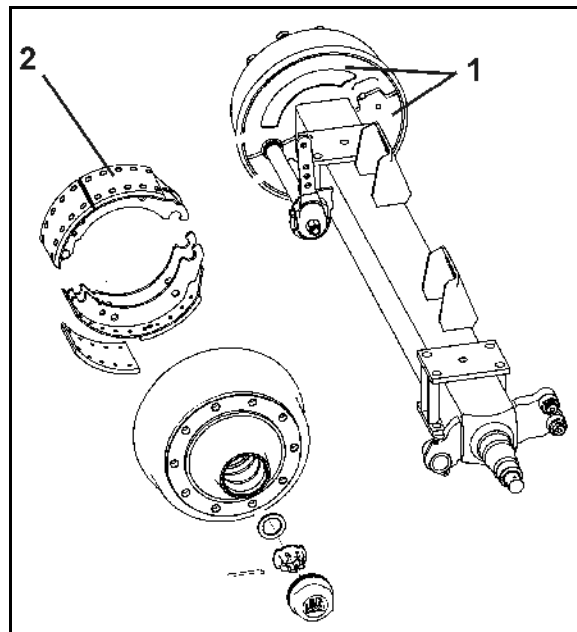

Рис. 133
1. Отверните оба защитных кожуха (Рис. 133/1) с внутренней стороны тормозного барабана.
Проникшая грязь может осесть на тормозных накладках (Рис. 133/2) и существенно ухудшить мощность торможения.